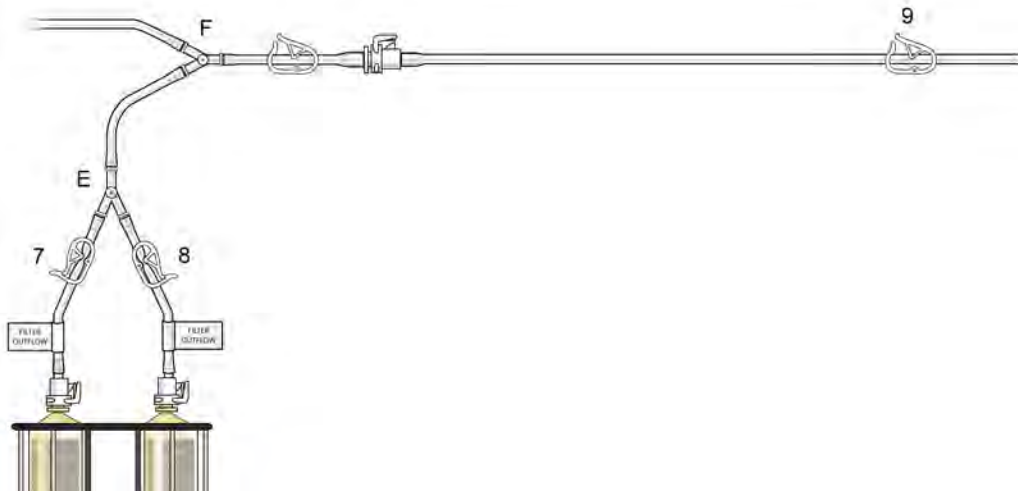

Figura 10
- (i) Estrarre la "Linea di priming/irrorazione" dalla busta sterile e collegarla al connettore a innesto rapido situato in posizione prossimale rispetto al connettore a Y "F", come illustrato nella Figura 10; mettere l'estremità aperta della linea in una bacinella per la raccolta dell'effluente del lavaggio durante l'idratazione del filtro.